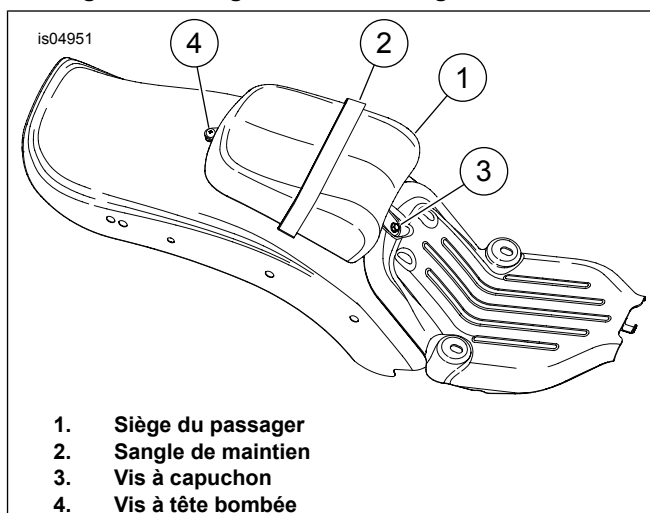

Figure 4. Installer le siège du passager.
6. Voir Figure 4. Installer la vis à capuchon (3) du kit à l'emplacement indiqué pour attacher l'avant du siège du passager.
7. Installer la vis (4) du kit dans l'écrou de retenue arrière comme indiqué pour attacher l'arrière du siège du passager.